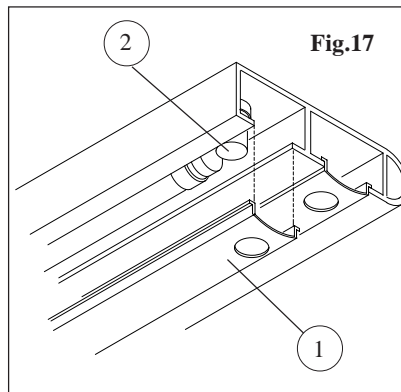

Fig.17
Si accede alla lampada rimuovendo la protezione in plastica trasparente, agendo sull'opportuna feritoia e tirando verso il basso (pos.1 - Fig.17).
Per lo starter (pos.2 - Fig.17), il quale è posto di fianco all'attacco destro della lampada, eseguire una rotazione ortogonale al suo asse per sganciarlo.
It is possible to approach near the lamp removing the protection of transparent plastic, pressing the suitable venthole and pulling it down (pos.1-fig.17).
In order to take away the starter, (pos.2 - fig. 17), placed near the lamp's right cap, execute an orthogonal rotation around his axle.
On accède à la lampe en enlevant la protection en plastique transparent agissant sur la fente appropriée et en tirant vers le bas (pos.1-fig.17).
Pour le remplacement du starter (pos.2-fig.17), qui se trouve près de la prise droite de la lampe, faire une rotation orthogonale à son axe pour le décrocher.
Wenn Sie auf den richtigen Schlitz wirken und nach hinunter ziehen kann man durch die Entfernung des durchsichtigen Kunststoffschutzes die Lampe erreichen (Pos.1-Abb.17).
Für den neben der rechten Lampeverbindung gestellten Starter (Pos.2 Abb.17), machen Sie eine orthogonale Drehungsachse, um ihn abzuhängen.
Se accede a la lampara removiendo la protección de plástico transparente, obrando en la oportuna rendija y tirando abajo (pos. 1 - fig. 17).
Para el starter (pos. 2 - fig. 17), que es puesto al lado de la conexión diestra de la lampara, efectuar una rotación ortogonal a su eje para desengancharlo.